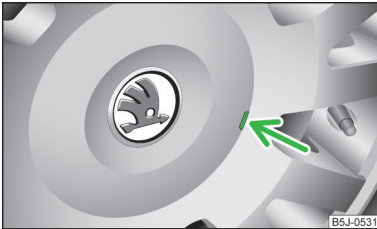

Abb. 139
- Vorsichtig die Radzierkappe mithilfe des Drahtbügels aus dem Bordwerkzeug abbauen » Abb. 139.